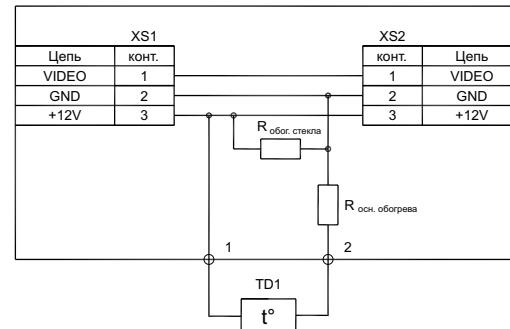

Рис.4 Сборка гермокожуха
1. Подготовка термокожуха к монтажу (рис. 4).
- 3.Установка термокожуха на объекте (рис.4)